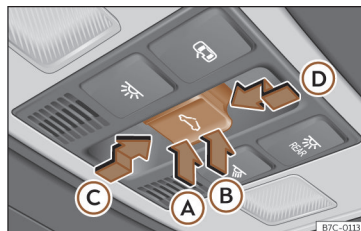

Fig. 84 En el revestimiento interior del techo: tecla del techo de cristal.
La tecla  fig. 84 tiene dos niveles. En el primer nivel se puede situar el techo en la posición deflectora, abrir o cerrar total o parcialmente.
- **Techo de cristal:** antes de que transcurran aprox. 5 segundos desde la activación de la función antiaprisionamiento, presione la tecla <>>> **fig. 84** hasta el segundo nivel en el sentido de la flecha >>> **fig. 84** **Ⓢ** hasta que el techo se cierre completamente.